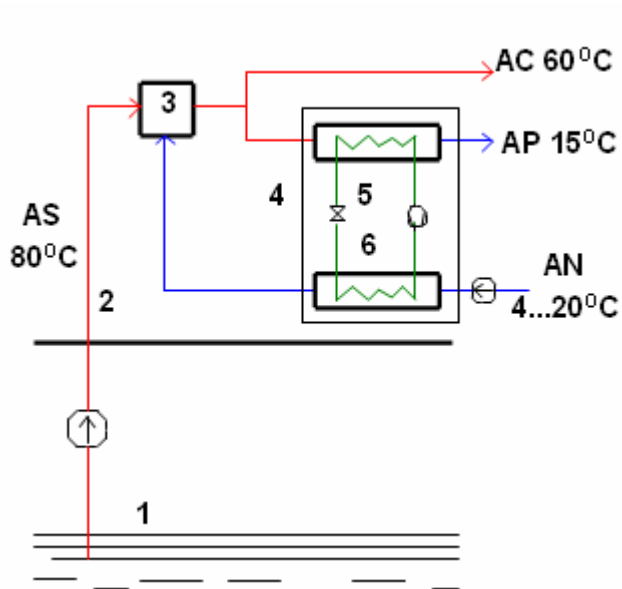

Figura 5.3
- utilizare directă (figura 5.3);